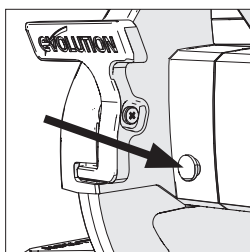
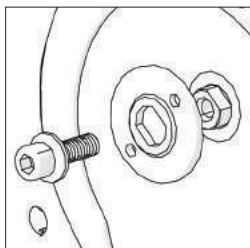
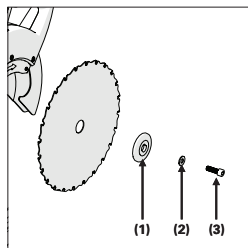

Fig. 26
Fig. 27
Fig. 30
Draai met de klok mee om los te maken. Draai tegen de klok in om vast te zetten. Duw op & houd de as-slot-knop op de motor behuizing ingedrukt als u de asschroef draait met de meegeleverde inbussleutel tot de knop compleet in de schacht valt en hierin vast blijft zitten. **(Fig.26)** Verwijder hierna de asschroef, ring, en buitenblad flens. **(Fig.27)** Laat de as-slot-knop los.
Opmerking: De zaagtanden moeten altijd naar beneden wijzen aan de voorkant van de zaag. Plaats de buitenste flens (1) (vlakke kant op de machine), ringen (2) en asschroef (3). (Fig. 30) Duw op & houd de asschroef draait met de meegeleverde inbussleutel tot de knop compleet in de schacht valt en hierin vast blijft zitten. (Fig. 26) Maak de asschroef met gemiddelde kracht vast, maar niet al te stevig. Zorg er voor dat de inbussleutel is verwijderd, en dat de asschroef-sluit-knop is losgelaten voor u begint. Zorg er voor dat de zaagbescherming goed functioneert voor u het apparaat gebruikt.